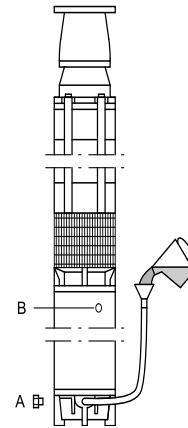

Fig. 4
1. Colocar la bomba sumergible como indica la fig. 4.
2. Quitar el tornillo (A) del orificio de llenado y colocar la boquilla con tubo y embudo, suministrada con el motor.
3. Quitar el tornillo de purga (B) para que salga el posible aire del motor.
5. Dejar de echar agua en el motor. Volver a colocar el tornillo (B) en el orificio de purga y quitar el tubo y el embudo. Volver a colocar el tornillo (A) en el orificio de purga y apretarlo bien.